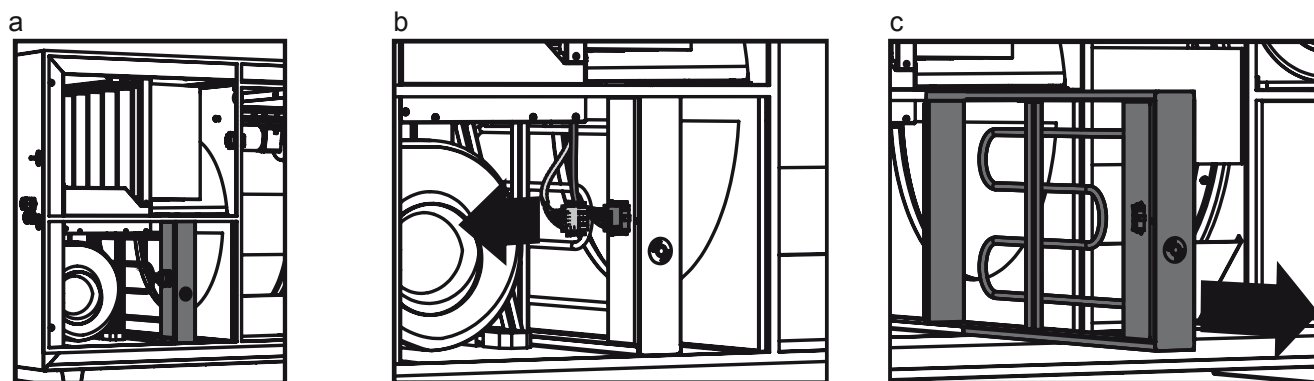

Рис. 6
- при необходимости извлеките электронагреватель как показано на рис. 6;
Извлеките электронагреватель как показано на рис. 6.